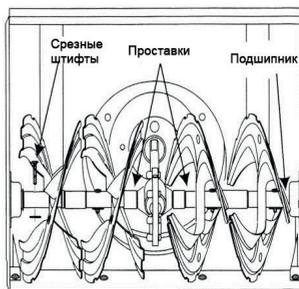

Рисунок 31
• Шнек прикреплен к спиральному валу при помощи двух срезных штифтов и шплинтов. Если шнек ударится о посторонний предмет или об нагромождения льда, то штифты будут срезаны. См. рисунок 31.